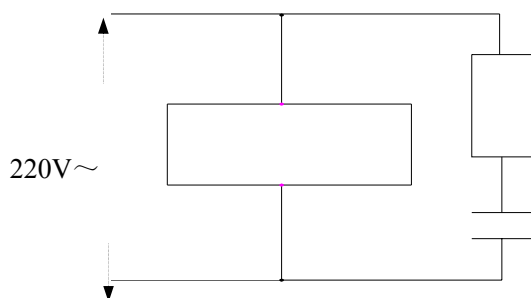
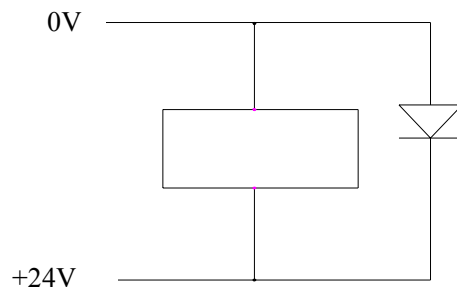
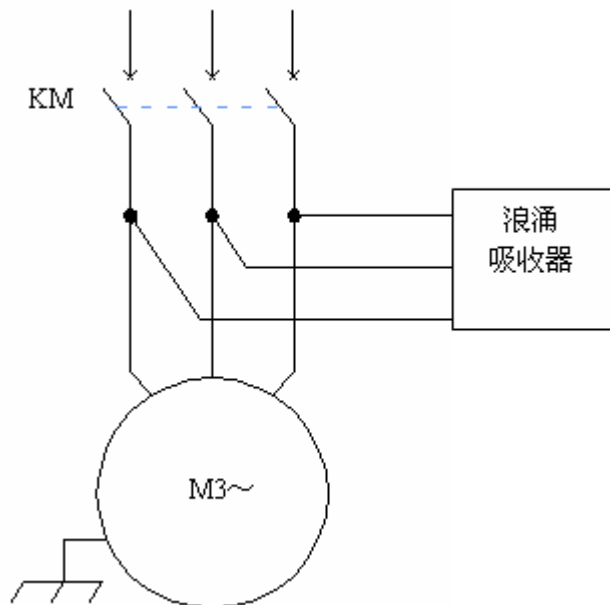

图 1-3-1
图 1-3-2
图 1-3-3
- ① CNC 要远离产生干扰的设备（如变频器、交流接触器、静电发生器、高压发生器以及动力线路的分段装置等）。
- ② 要通过隔离变压器给 CNC 供电，安装 CNC 的机床必须接地，CNC 和驱动单元必须从接地点连接独立的接地线。
- ③ 抑制干扰：在交流线圈两端并联 RC 回路（如图 1-3-1），RC 回路安装时要尽可能靠近感性负载；在直流线圈的两端反向并联续流二极管（如图 1-3-2）；在交流电机的绕组端并接浪涌吸收器（如图 1-3-3）。